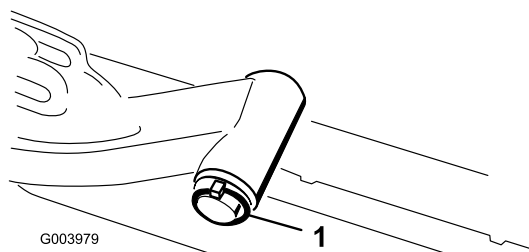

図11
- A. 昇降アームピボットのシャフトを昇降アームに固定しているリンチピンとワッシャを外し、昇降アームからピボットのシャフトを抜き出す 図11。
C. 昇降アームのシャフトを昇降アームに通して、ワッシャとリンチピンで固定する 図11。